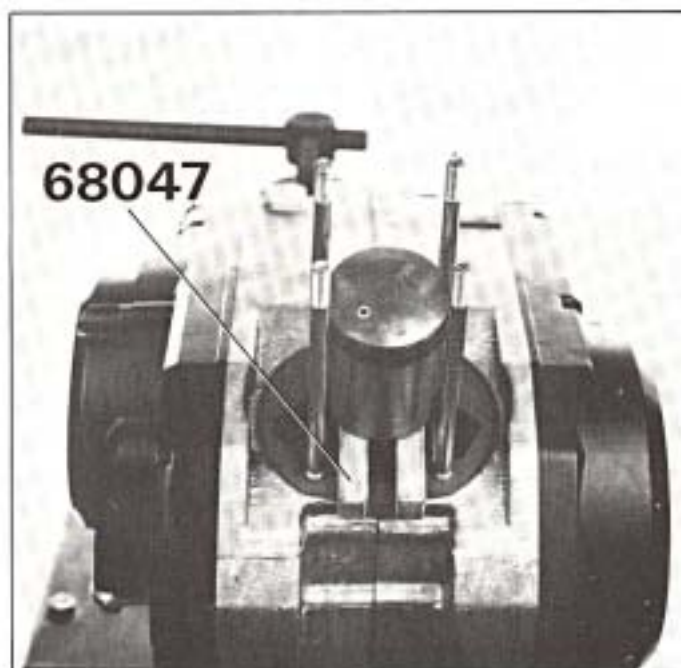

Fig. 7
- Mettre le piston en appui sur la cale en bois 68047 (figure 7).